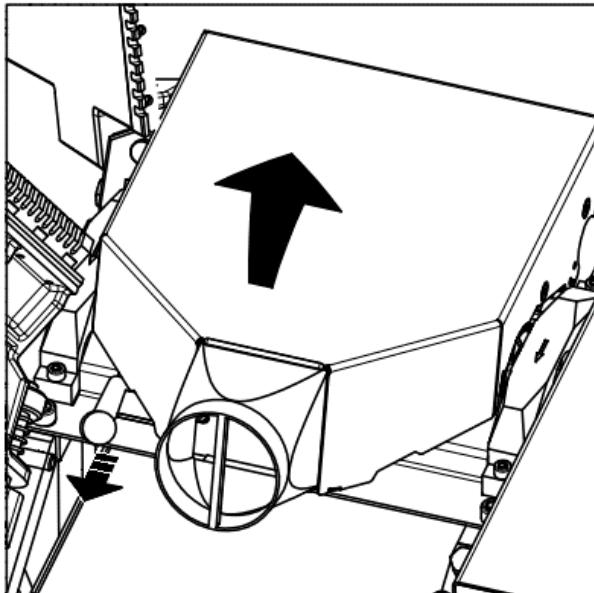

Abb. 13
- 2 So schließen Sie die Tische: Schwenken Sie die Absaug-/Schutzaube nach hinten über die Hobelwelle. Ziehen Sie am Greifer (Abb. 13) und kippen Sie die Haube (Abb. 12.4) über die Hobelspindel.